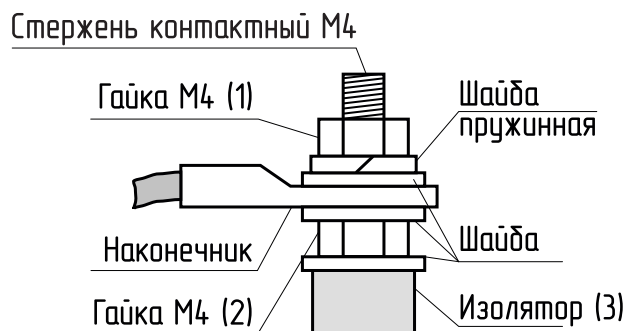

Рис.8 Присоединение проводов к выводам блок ТЭН
10.4. При замене блок ТЭН присоединение фазных проводов к выводам блок ТЭН производить согласно Рис.8. Сечение кабеля указано в таблице 1.